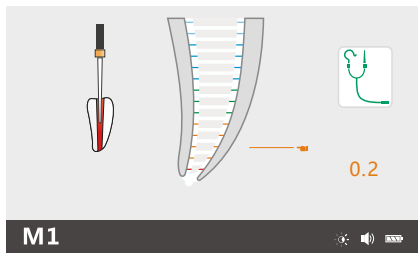

Рис.16 Інтерфейс у режимі M1
- Рух файла в каналі відобразиться на екрані в лівій частині робочої області (рис. 16).